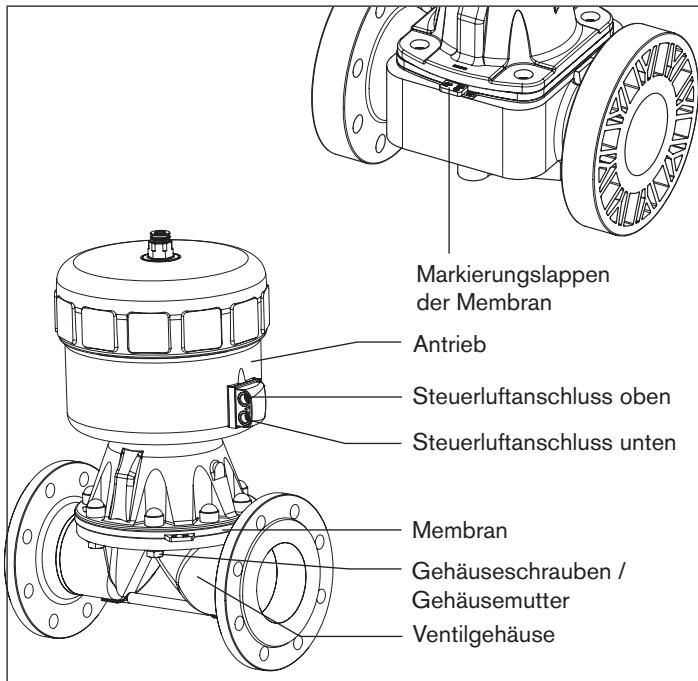

Bild 14: Instandhaltung
**Der Markierungslappen der Membran muss senkrecht zur Durchflussrichtung stehen** (siehe „Bild 14“) !
**Der Markierungslappen der Membran muss senkrecht zur Durchflussrichtung stehen (siehe „Bild 14“)!**